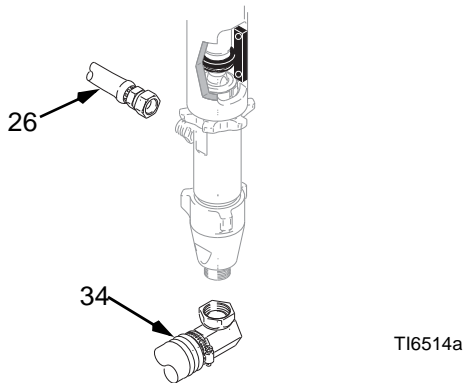
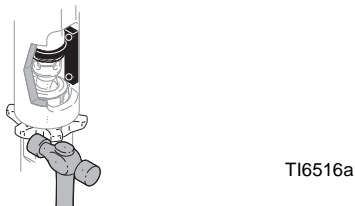

FIG. 11
FIG. 13
4. FIG. 11 - FIG. 13. Retire a bomba.
3. FIG. 11. Retire os tubos de sucção (34) e (26).
5. FIG. 13. Desaperte a contraporca. Desatarraxe a bomba.